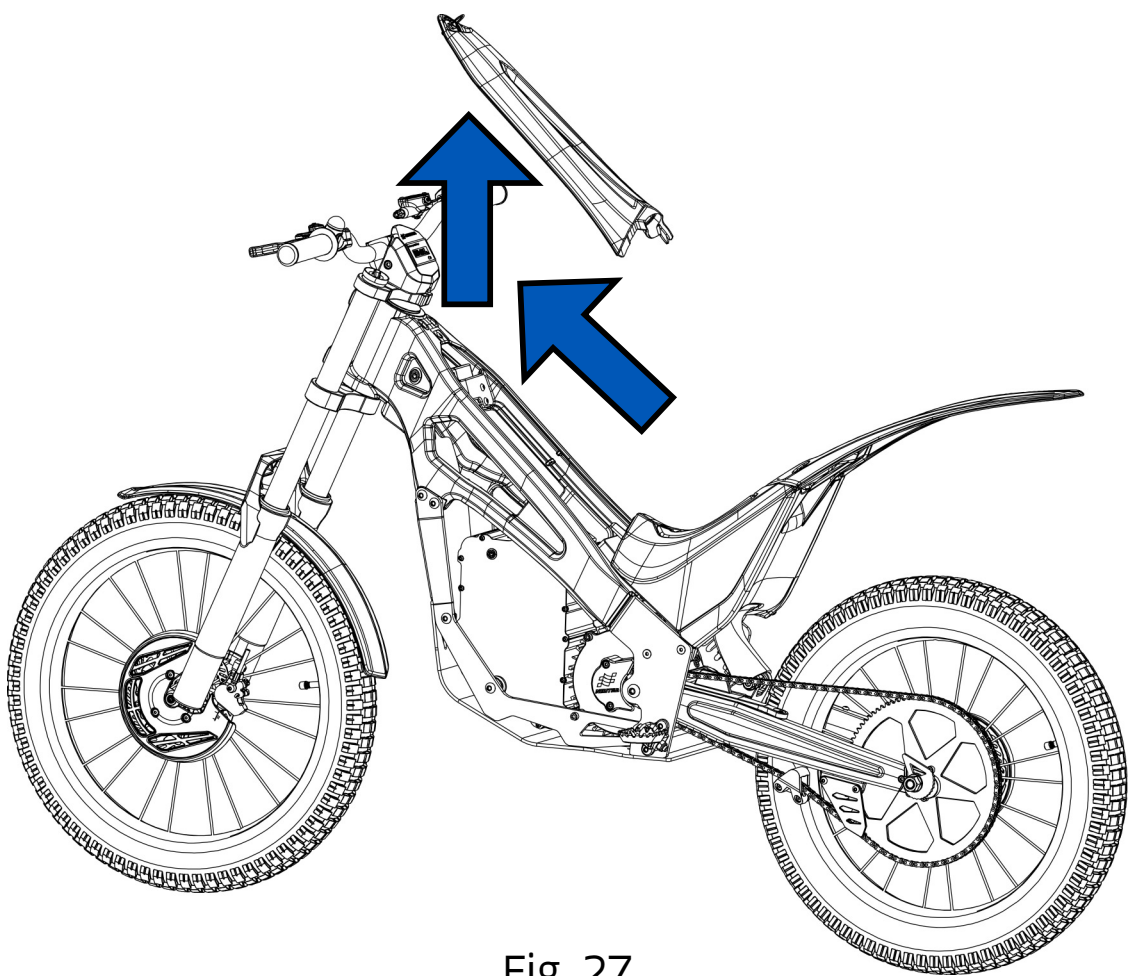

Fig. 27
- 3- Debe desplazar la tapa hacia delante y después puede extraer la carcasa superior de la motocicleta hacia arriba (Fig. 27).
- 3- Debe extraer carcasa superior de la motocicleta (Fig. 27).